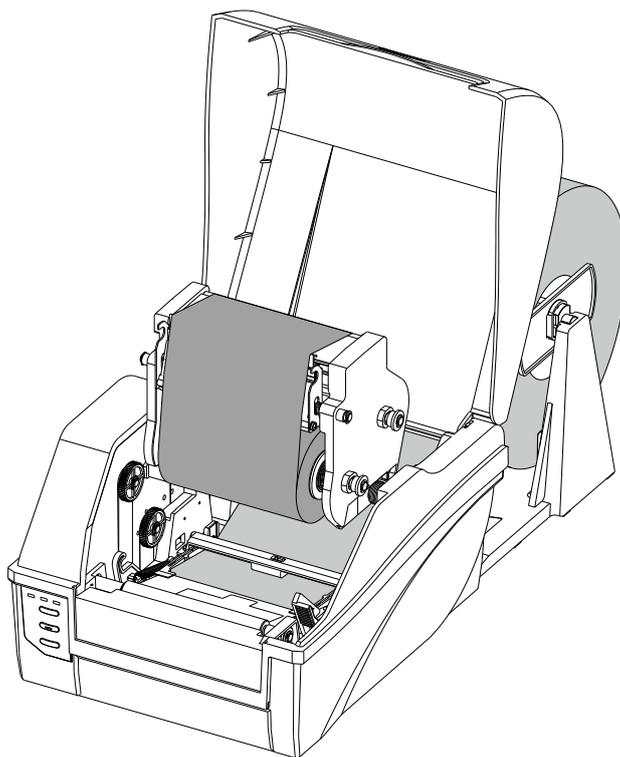

图 2-22 穿出标签纸
5. 将标签纸依次穿过打印机的穿纸口、纸张导向杆下方、穿透式纸张探测器下方，然后送至纸张导向片前端的压纸片下，将两个纸张导向片靠紧标签纸，但不能挤压使其变形。如图 2-22 所示。